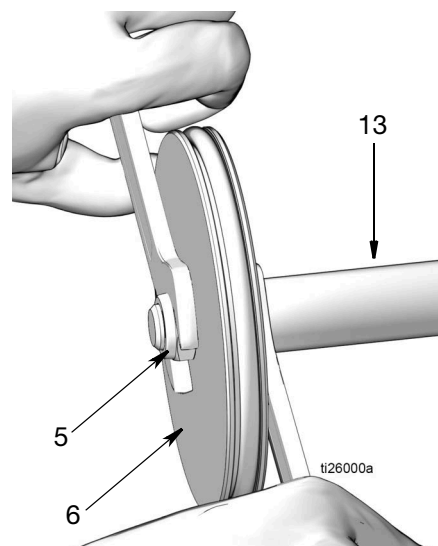

FIG. 20
15. Tige de piston (13) et piston (6)
- a. Tirer la tige de piston (13) et le piston (6) hors du vérin pneumatique (2) (Fig. 20).
- b. Pour séparer la tige de piston (13) et le piston (6), faire tourner deux clés dans le sens opposé l'une de l'autre. Poser une clé à fourche sur les méplats de la tige de piston ; la seconde clé est utilisée pour desserrer l'écrou (5) comme indiqué à la Fig. 20.